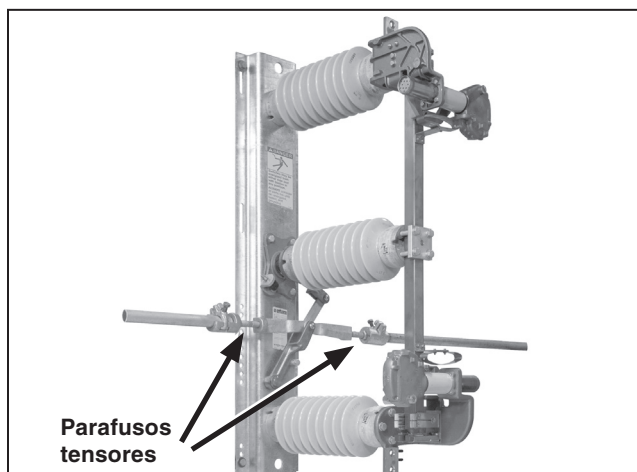

Figura 35. Reajuste do(s) parafuso(s) tensor(es) no(s) tubo(s) ajustável(is) de acoplamento.
- (f) No caso pouco provável em que somente um ou dois polos da chave fique(m) totalmente fechado(s), reajuste o(s) parafuso(s) tensor(es) no(s) acoplamento(s) ajustável(is) do(s) tubo(s) no polo da chave para aumentar ou diminuir o(s) comprimento(s) efetivo(s) do(s) tubo(s) de operação interfases. Ver Figura 35.